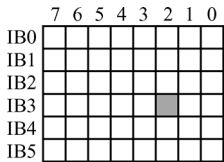

图 2-14 字节与位
位存储单元的地址由字节地址和位地址组成，例如 I3.2 中的区域标识符“I”表示输入 (Input)，字节地址为 3，位地址为 2（见图 2-14）。这种存取方式称为“字节.位”寻址方式。
1) 字节 (Byte) 由 8 位二进制数组成，例如 I3.0~I3.7 组成了输入字节 IB3（见图 2-14），B 是 Byte 的缩写。